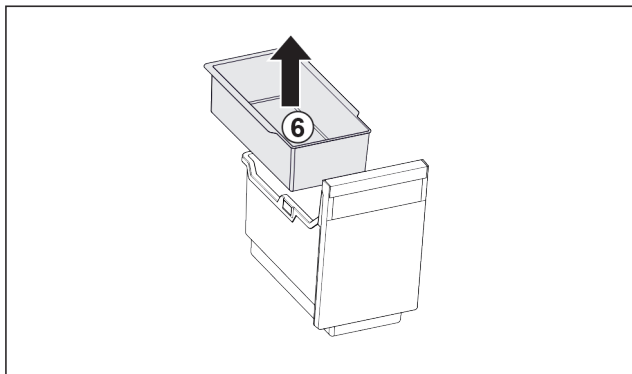

Fig. 24
- ▶ Extrageți tava suspendată Fig. 24 (6).